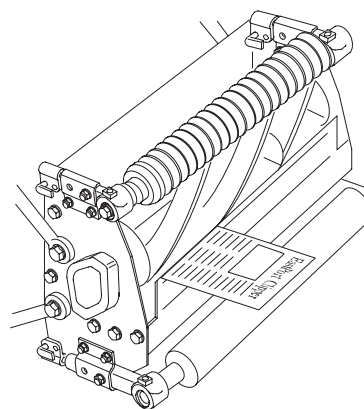

図4
- カッティングユニットを立てる（図4）。このとき、ベッドナイフ調整ノブが台に触れているとベッドナイフの位置が狂うので、ノブを浮かせる。フレームの丸パイプに角材などをかますと良い。
- リールの一端部で、ベッドナイフとの間に乾いた新聞紙片を差し入れ（図4）、手でリールをゆっくり回す。新聞紙がきれいに切れなければいけない。同じことをリールの他端でも行う。きれいに切れない場合は、調整ノブを1ノッチずつ、最高2ノッチまで締めてみる。これで紙片がきれいに切れるようになればよい。切れない場合は次の手順に進む。